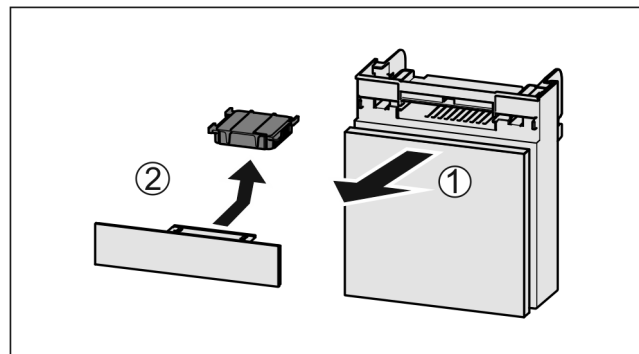

Fig. 190
- ▶ Fach nach vorne herausziehen Fig. 190 (1).
- ▶ Aktivkohlefilter entnehmen Fig. 190 (2).